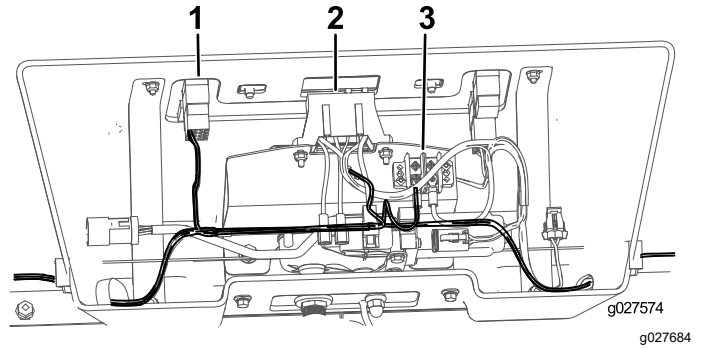

**Figura 10**
2. Conecte el arnés de cables al interruptor, al bloque de fusibles y al terminal de tierra (Figura 10).